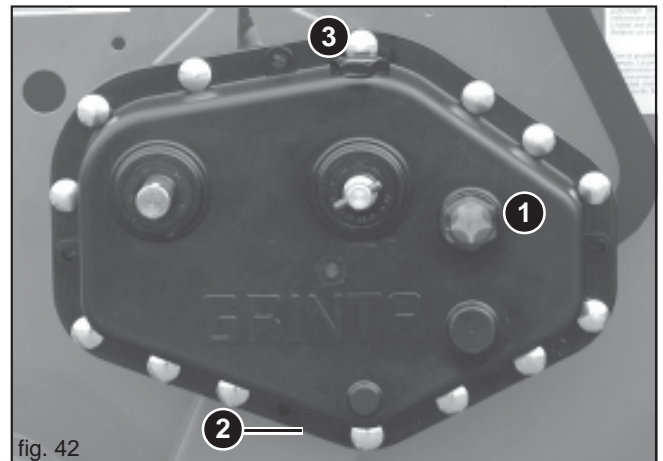

fig. 42
- Den Ölstand im Getriebegehäuse überprüfen und gegebenenfalls bis zum Stand auffüllen (1 Abb. 42). Es wird empfohlen, den gleichen Öltyp (ACER 22) zum Auffüllen zu verwenden.
- Ölablaufstutzen, 2 Abb. 42;
- Öleinfüllstutzen, 3 Abb. 42.